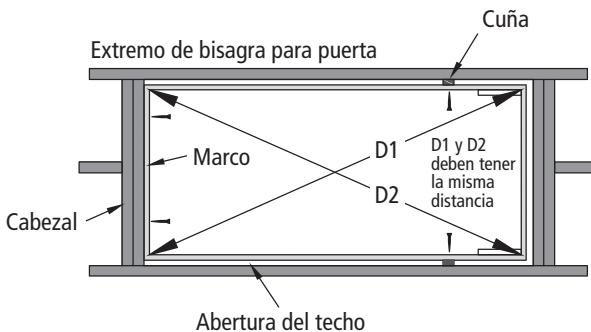

FIGURA 6
F. Asegúrese que el marco en el lado de la bisagra de la escalera este presionado contra el cabezal y que este centrado de lado a lado en la abertura del techo; Asegure temporalmente el marco al cabezal usando piñas de $2\frac{1}{2}$ " (Figura 6). No use los agujeros pre-perforados. Los agujeros pre-perforados serán usados en el Paso 2.
G. Abra cuidadosamente la puerta de la escalera de ático pero sin desdoblalar la sección para escalar hasta que se indique en el paso 3. Centre y cuadre el lado opuesto del marco de la escalera de ático en la abertura del techo utilizando cuñas. Asegúrese que el marco de la escalera haya sido cuadrado correctamente tomando dimensiones diagonales en el marco hasta con $\frac{1}{8}$ " de diferencia entre ellas. (Figura 6).
H. Asegure los costados del marco a las vigas del techo con piñas de $2\frac{1}{2}$ " en la posición de las cuñas (Figura 6). No utilice los agujeros pre-perforados para las piñas. Agujeros pre-perforados se serán usados en el Paso 2.